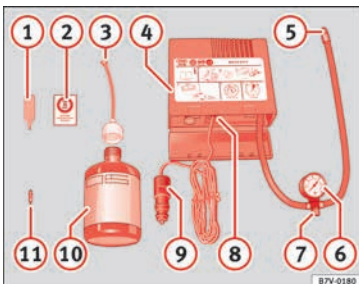

Abb. 60 Prinzipdarstellung: Bestandteile des Pannensets
- Ventilkappe und Ventileinsatz vom Reifenventil abschrauben. Verwenden Sie den Ventileinsatzdrehwerk » Abb. 60 ① zum Heraus-schrauben des Ventileinsatzes. Legen Sie den Ventileinsatz auf einem sauberen Untergrund ab.
- Reifendichtmittelflasche kräftig schütteln » Abb. 60 ⑩.
- Schrauben Sie den Einfüllschlauch » Abb. 60 ③ auf die Dichtmittelflasche. Die
- Verschlussstopfen vom Einfüllschlauch » Abb. 60 ③ entfernen und das offene Ende ganz auf das Reifenventil stecken.
- Ventileinsatz mit dem Ventileinsatzdrehwerk » Abb. 60 ① wieder in das Reifenventil schrauben.
- Reifenfüllschlauch » Abb. 60 ⑤ des Luftkompressors fest auf das Reifenventil schrauben.
- Prüfen, ob die Luftablassschraube » Abb. 60 ⑦ zuge dreht ist.
- Stecker » Abb. 60 ⑨ in die 12 Volt-Steckdose des Fahrzeugs stecken » 📖 Seite 146.
- Luftkompressor mit dem EIN- und AUS-Schalter » Abb. 60 ⑧ einschalten.